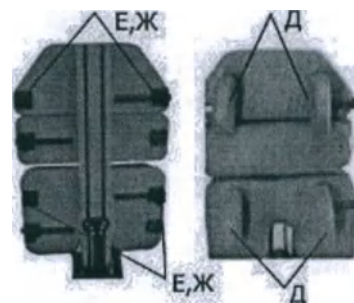

Рис.101
3) Регулировка модулей по ширине (рис.101)
4) Регулировка боковых ограничителей по высоте (рис.101, 102)
Для регулировки боковых ограничителей по высоте необходимо ослабить винт-барашек (Ж) на кронштейне (Е), вытащить направляющую и переставить в необходимое положение. Выбранное положение зафиксировать винтами-барашками (Ж) (рис.101)